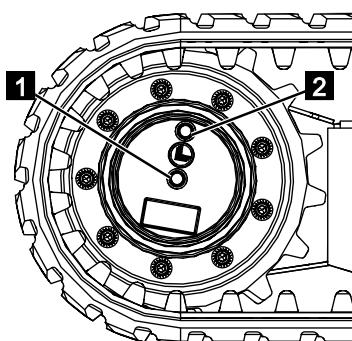

Abb. 251
5. Ölstand visuell kontrollieren. Das Getriebe muss bis zur Unterkante der Gewindebohrung (Abb.251/1) mit Öl gefüllt sein.
6. Ggf. Getriebeöl nachfüllen. Dazu das Öl langsam durch die Bohrung (Abb.251/2) so lange nachkippen, bis es zur Unterkante der Gewindebohrung (Abb.251/1) steht.